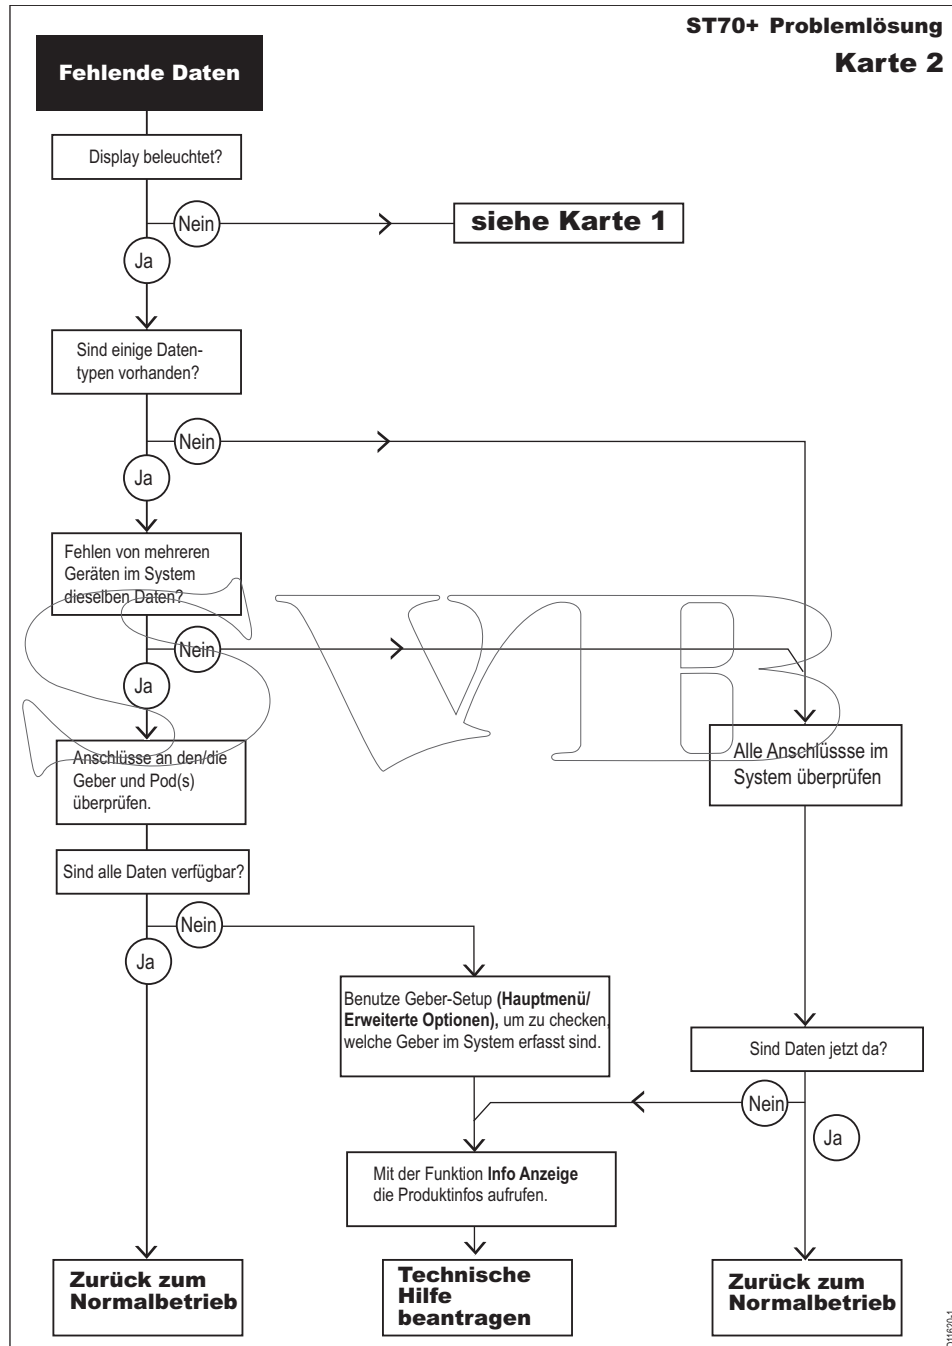

Abb. 4-2: Problemlösung Karte 2
- Es fehlen Daten auf der Anzeige – siehe *Abb. 4-2, Problemlösung Karte 2*.